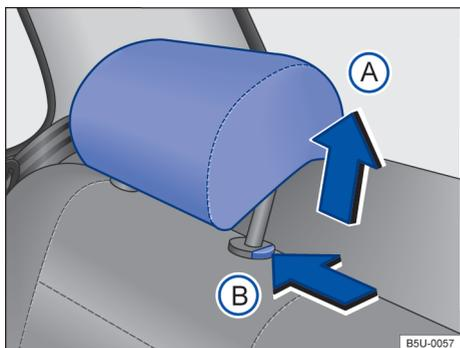

Fig. 64 Ajustar o apoio para cabeça traseiro.
- Empurrar o apoio para cabeça para cima na direção da seta → Fig. 64 A ou com o botão → Fig. 64 B pressionado, empurrar para baixo → ⚠️ em *Introdução ao tema* na página 73.